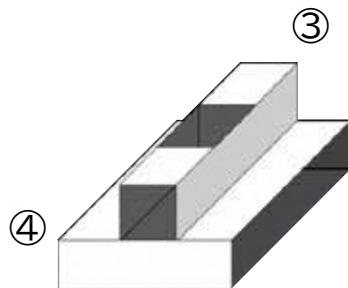

図 10
⑤ ④で作った台の中央に 2.③で作った筒を図 10 のように貼り付ける。